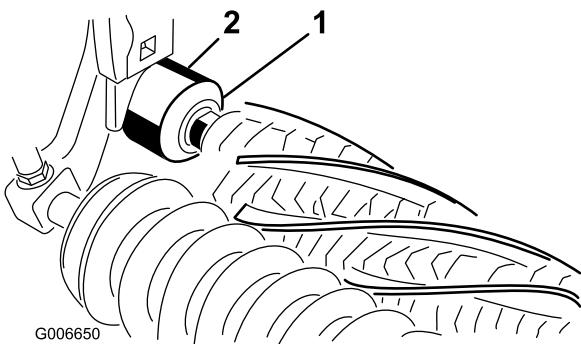

Bild 10
19. Stellen Sie sicher, dass die Dichtungsrippe an jeder Abschlussdichtung das Lagergehäuse etwas berührt (Bild 10).